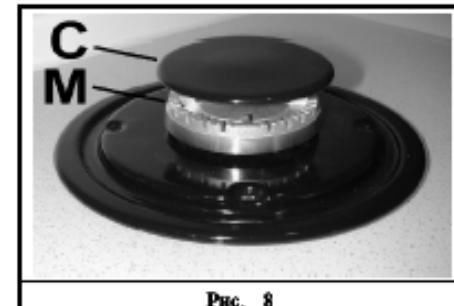

Рис. 8
Если Вы хотите, чтобы поверхность плиты из стеклокерамики всегда блестела, очень важно мыть ее после каждого использования, используя теплую воду с мылом. Затем ее следует вымыть чистой водой и вытереть насухо. Таким же образом следует мыть эмалированные решетки, эмалированные крышки рассекателя "С" и гнезда конфорок "М" (см. рис. 8).
- *Проверить, чтобы отверстия гнезд газовых конфорок "М" (рис. 8) не были засорены посторонними предметами.*
- *Проверить, чтобы эмалированная крышка рассекателя "С" (рис. 8) была правильно установлена на гнезде конфорки. Правильно установленная крышка прочно держится на месте.*